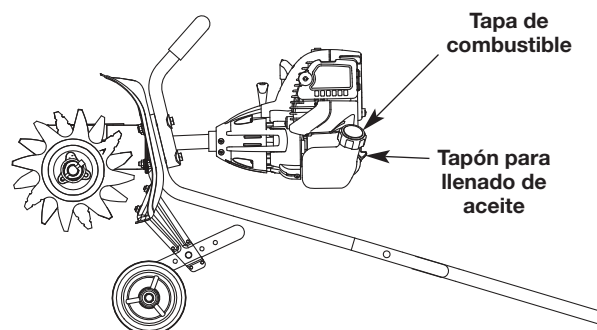

Fig. 5
3. **Coloque la unidad en una superficie plana y nivelada.** Inclíne la unidad hacia atrás de manera que las manijas toquen el suelo y el motor quede en posición horizontal (Fig. 5).